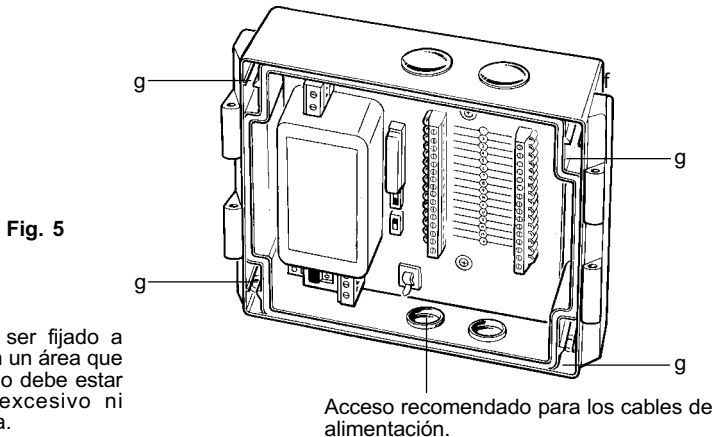

Fig. 5
7. Fijar la parte trasera "f" a la pared utilizando los cuatro agujeros "g" y tirafondos adecuados (Fig.5).